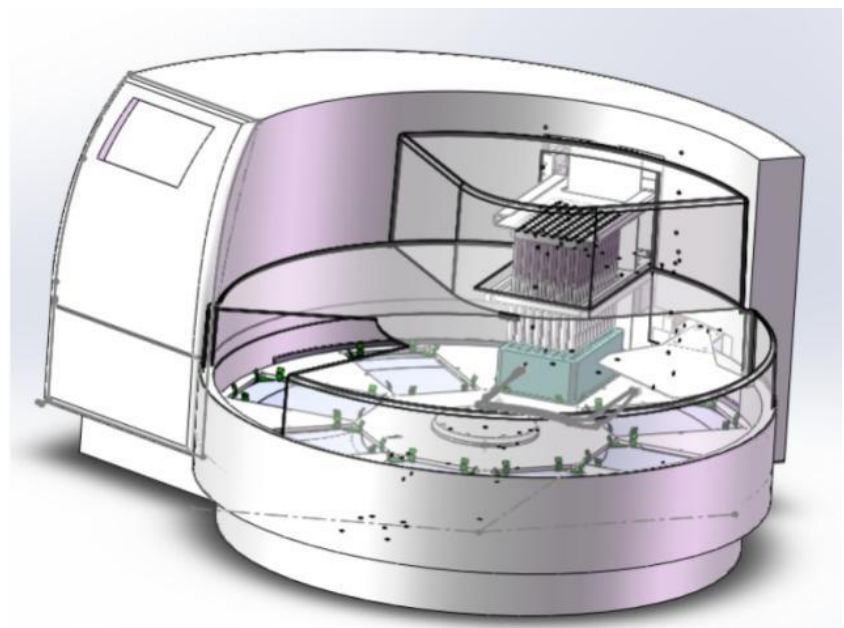

图 1-1. Purifier 96
**工作原理** Purifier 96（图 1-1）设计用于标准深孔板中全自动转移和处理磁珠。